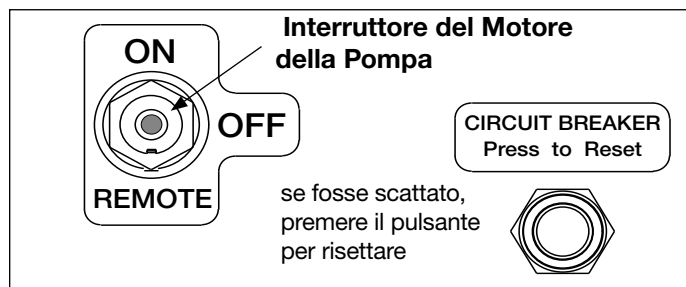

Figura 9, Pannello di Comando della Pompa
5.2 Interruttore del Motore della Pompa (vedere la Figura 9)